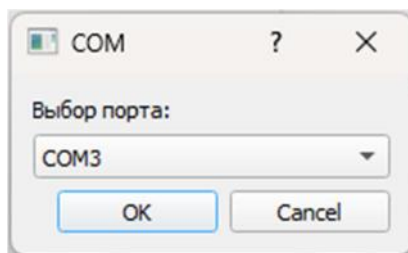

Рис. 4 – Выбор порта
6. В появившемся диалоговом окне «COM» выбрать com-порт, к которому подключен конвертор CAN-USB МБТР.687422.088 и нажать «Ок» (рис. 4).